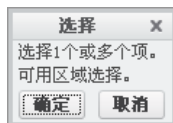

图 3.8.60 “选择”对话框
Step3. 选择 **Create (创建)** 命令，系统弹出图 3.8.60 所示的“选择”对话框，框选图 3.8.58a 所示的 2D 草绘图元，再单击“选择”对话框中的 **确定** 按钮。